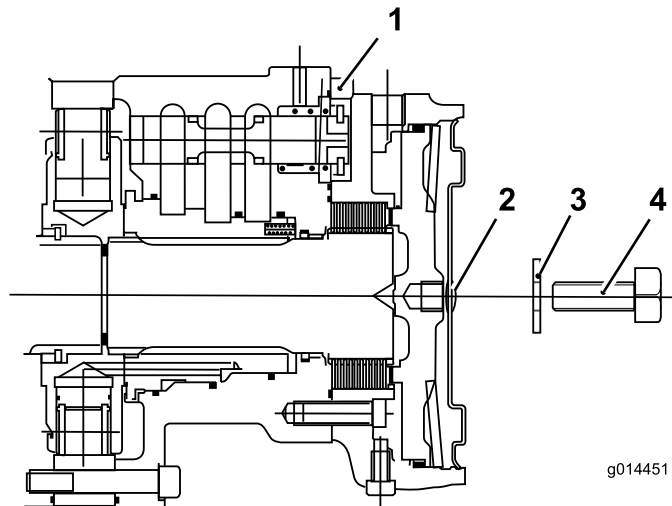

Figure 48
- Placez le bouchon hexagonal dans la plaque d'extrémité du moteur (Figure 48).